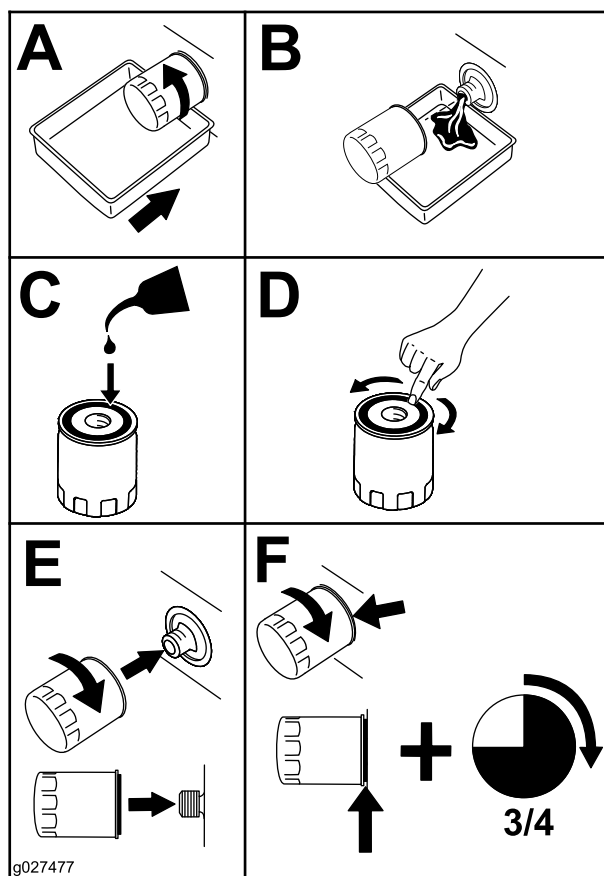

Рисунок 19
- Замените масляный фильтр двигателя (Рисунок 19).